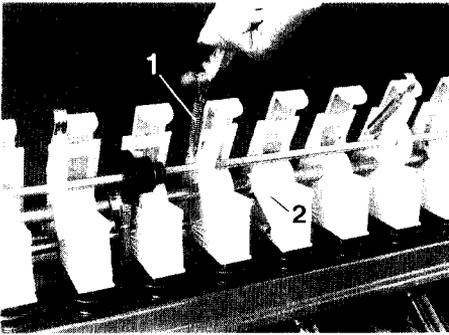

Fig. 76c
- Die Vorgelegewelle der Särad-Fahrgassenschaltung (falls vorhanden) wird nach dem Lösen der Zugfedern (Fig. 76c/1) mit den Schwenklagern heruntergeklappt.
- Die Drucklager (Fig. 76c/2) nach dem Entspannen der Zugfedern abnehmen.